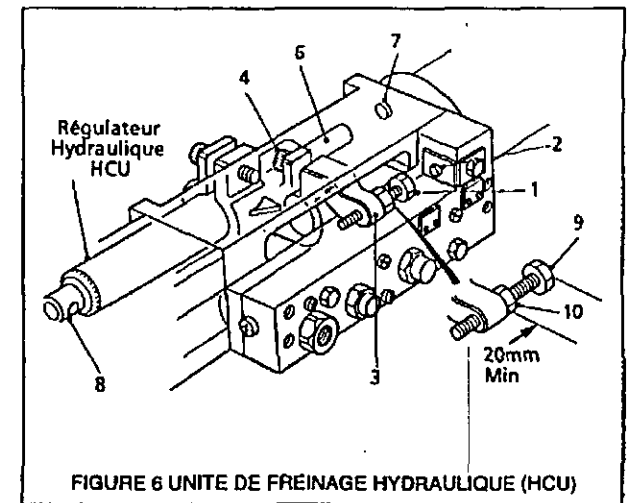

FIGURE 6 UNITÉ DE FREINAGE HYDRAULIQUE (HCU)
RÉGLAGE D'UNE OPERATION DE PERÇAGE (Voir Figure 6)
Utiliser (9) Figure 6 pour le réglage final de la profondeur.
Bloquer à l'aide de (10) Figure 6.
Le bout du taraud DOIT être au moins à 14 mm au-dessus de la pièce pour tenir compte du déplacement d'engagement d'inversion de la tête de taraudage. Régler la distance entre (2) et (1) Figure 6 à la profondeur de taraudage PLUS la distance du taraud au-dessus de la pièce.